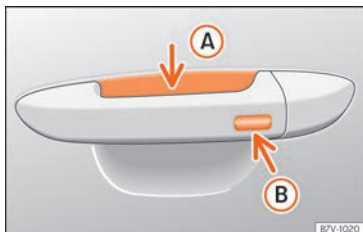

Fig. 51 Manilla de la puerta: superficies sensoras.
»» fig. 51
- Toque la superficie sensora »» fig. 51 **B** situada en el lado exterior de la manilla de la puerta. Todos los intermitentes parpadearán una vez.
- Antes de que transcurran 5 segundos, toque una vez el sensor del lado exterior de la manilla de la puerta »» fig. 51 **B**. Al hacerlo, no agarre la manilla. El sistema Keyless Access queda desactivado temporalmente.
Para cerrar con la función de confort todas las ventanillas eléctricas, mantenga un dedo durante unos segundos sobre la superficie sensora de bloqueo » fig. 51 (B) (flecha) de la manecilla de la puerta hasta que se hayan cerrado las ventanillas.